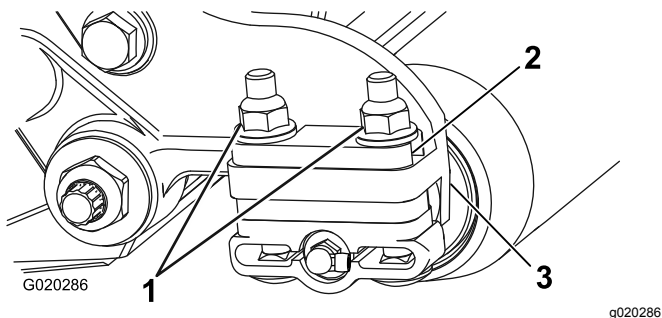

Figure 12
17. Retirez les 2 contre-écrous à embase qui fixent chaque support de rouleau aux plaques latérales (Figure 12).